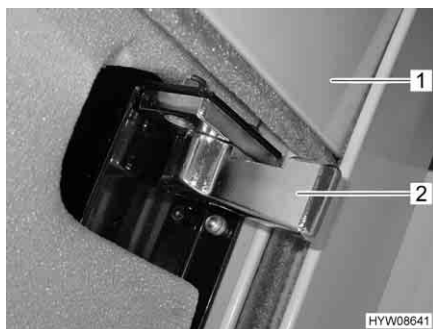
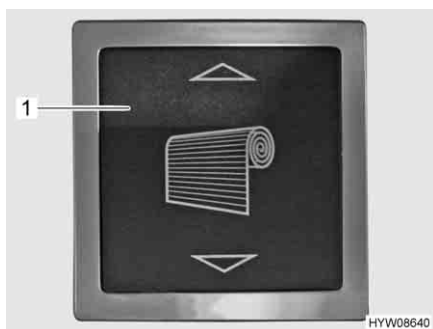
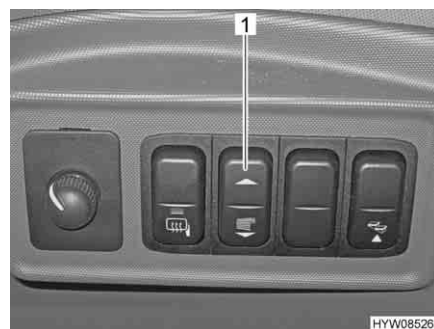

Fig. 50 Chiusura di sicurezza oscurante a rullo
Fig. 51 Pulsante basculante per oscurante a rullo (vano abitabile)
Fig. 52 Pulsante basculante per oscurante a rullo (cruscotto)
- Sui entrambi i lati, ruotare spingendo in avanti la chiusura di sicurezza (Fig. 50,2).
- Premere e tenere premuto il pulsante basculante (Fig. 51,1 o Fig. 52,1), finché l'oscurante a rullo (Fig. 50,1) ha raggiunto la posizione desiderata.
- Premere e tenere premuto il pulsante basculante (Fig. 51,1 o Fig. 52,1) finché l'oscurante a rullo (Fig. 50,1) ha raggiunto la posizione più alta.
- Sui entrambi i lati, ruotare spingendo indietro (Fig. 50) la chiusura di sicurezza (Fig. 50,2).